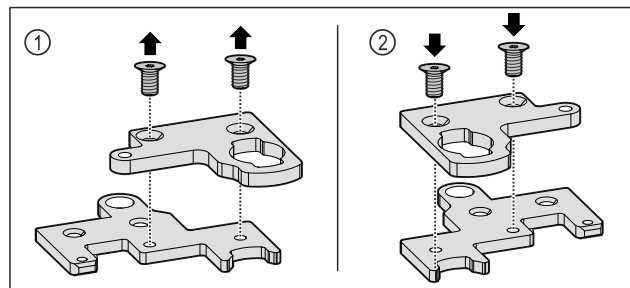

Fig. 35
- Ta fra hverandre den todelte hengslingsvinkelen. Fig. 35 (1)
- Sett den todelte hengslingsvinkelen igjen sammen dreid 180°. Fig. 35 (2)